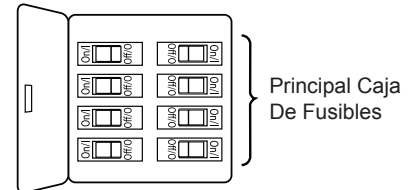

Figura 1
### Uso de perfil bajo (Figura 1)
1. Extraiga la pieza de la bola colgante de la unidad de la bola colgante / varilla aflojando el tornillo de presión de la bola colgante hasta que la bola se libere de la varilla. Retire el pasador del barral y luego extraiga la semiesfera. Conserve el pasador y la semiesfera para su reinstalación en el Paso 6. (Figura 1)
Para evitar una posible descarga eléctrica, asegúrese de cortar la alimentación eléctrica de la caja de fusibles principal antes de colgar el ventilador. (Figura 1)
1. Para configurar el código de unidad del receptor. Deslice los interruptores de código a las mismas posiciones que en el transmisor. (Figura 1)
1. Ensamble la base girando y teniendo cuidado de no pisar los cables el chavetero de la base sobre el tornillo de reborde de la abrazadera para colgar. Presione ligeramente e incline el motor para tener más espacios para fijar los tornillos del hombro. Ajuste el tornillo de reborde. Ensamble por completo el segundo tornillo de reborde que antes había retirado ajústelo. (Figura 1)
1. Deslice con cuidado las aspas a través de la ranura, como se muestra. Asegúrese de que la muesca de la pala esté completamente colocada en el tornillo hexagonal de cabeza hueca. Fije las ocho palas correctamente usando las placas de las palas y los tornillos de cabeza de botón. (Figura 1)
1. Extraiga uno de los tres tornillos del soporte ubicado en la parte inferior de la unidad del motor. Guárdelos para después y afloje levemente los otros dos tronillos. (Figura 1)